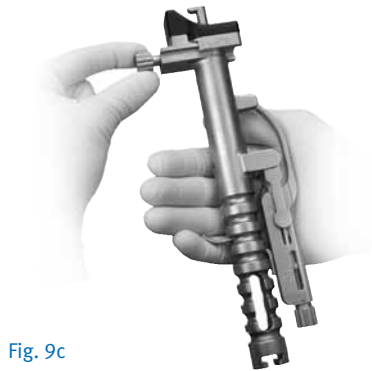

Fig. 9c
Se necessário, gire o botão de ajuste (C) para atingir a rotação desejada do componente femoral (Fig. 9c).